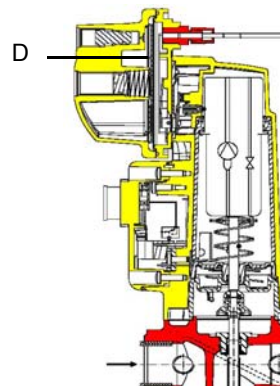

Рис. 11
**ВНИМАНИЕ:** диафрагма D исполнительного механизма SKP2 должна находиться в вертикальном положении (Рис. 11).